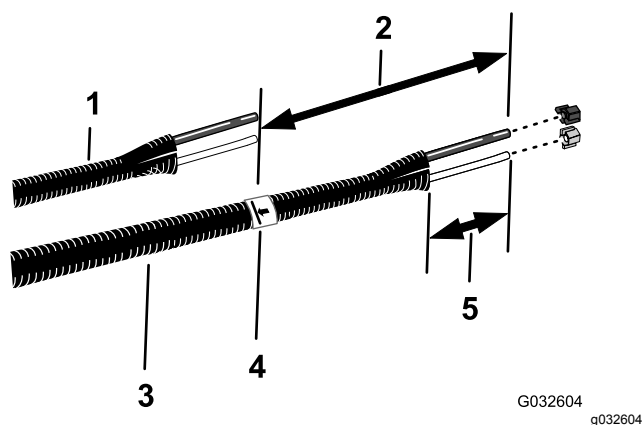

Рисунок 20
- Совместите старые трубки подачи жидкости и воздуха (Рисунок 20) с новыми трубками в сборе (номер 114-9553 по каталогу Toro).
- На новых трубках в сборе нанесите вторую отметку, отмерив расстояние 26 см от отметки, сделанной при выполнении пункта 7, и отрежьте трубки по второй (дальней) отметке (Рисунок 20).
- Снимите с каждого конца трубок в сборе (Рисунок 20) оболочку на отрезке длиной от 77 до 102 мм.